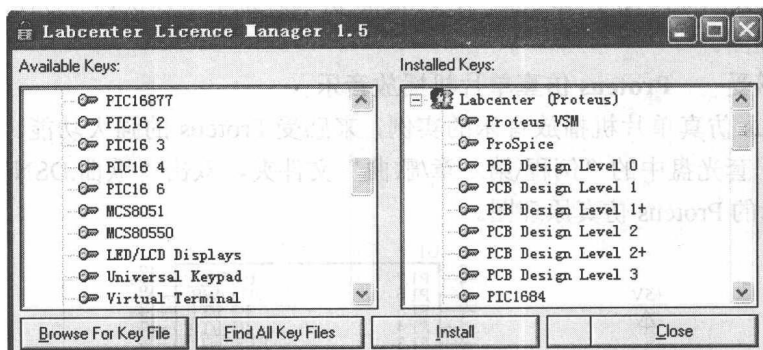

图 2-1 Proteus 7.2 安装
(1) 先安装 Proteus 72 文件夹里的 setup72.exe，一直“下一步”就可完成安装。
(2) 选择“开始→程序→Proteus 7 Professional→Licence Manager→Browse For Key File”进行浏览，选择 72sp2patch 文件夹里的“72sp2patch→Labcenter_LICENCE.lxk”，单击图 2-1 所示的左框，使“Install”按钮有效→单击“Install”→选择“是(Y)”→“关闭”。